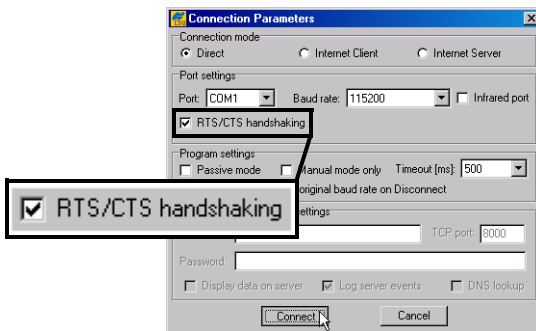

Figura 5-13. Parámetros de Conexión – Negociación RTS/CTS
2. En el cuadro de diálogo *Connection Parameters*, habilite *RTS/CTS handshaking* (Figura 5-13).